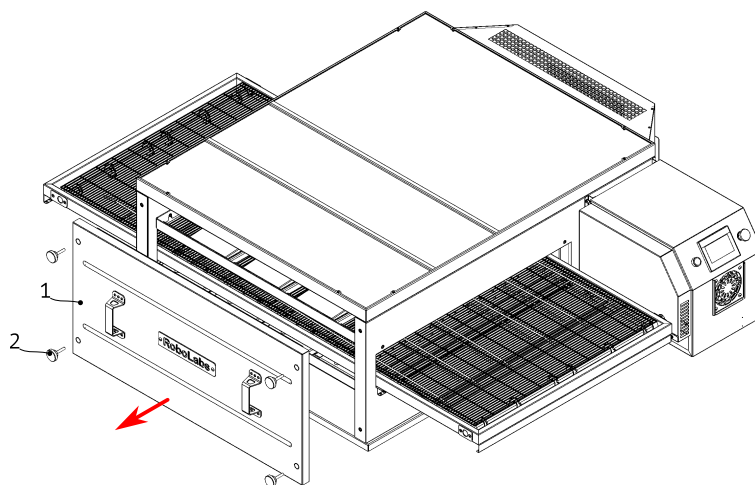

Рисунок 9
3. Открутите четыре винта фиксации (2) и снимите панель переднюю (1), см. Рис. 9. **ВНИМАНИЕ! Во избежание получения травм и повреждения изделия данную операцию следует выполнять вдвоём.**